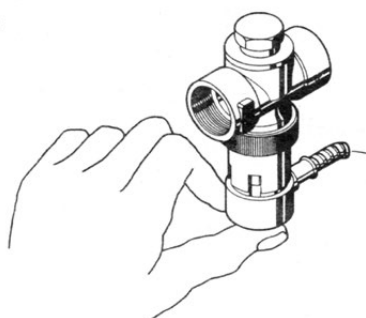

Fig. 15 Dispositivo di scarico di termoprotezione
- Premere il cappuccio rosso contro la valvola (Fig. 15) > l'acqua deve fuoriuscire nell'imbuto.